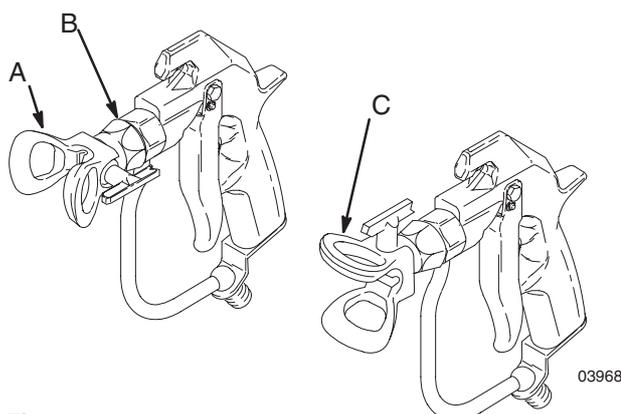

Fig. 3 03968
1. Pour régler le sens du type de pulvérisation, décompresser. Desserrer l'écrou de blocage de la protection de la buse (B). Faire pivoter la protection de la buse et la gorge de la buse horizontalement (C) pour obtenir un jet horizontal et verticalement (A) pour un jet vertical. Serrer l'écrou. Voir Fig. 3.